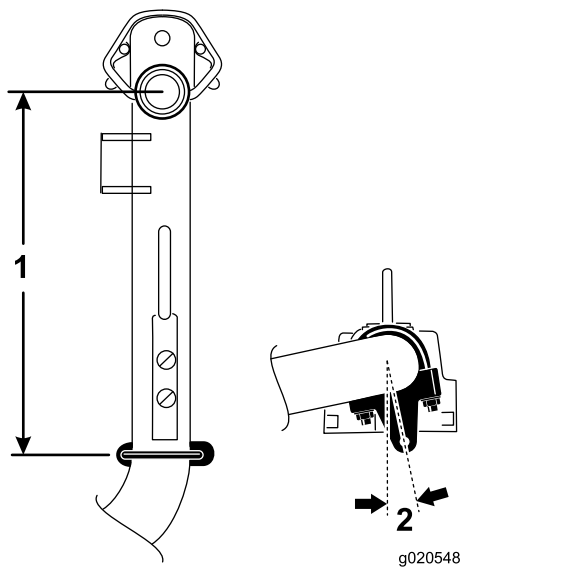

**Figura 6**
- En los brazos de elevación números 2 y 3, posicione los soportes y los pernos en U a 38,1 cm por detrás de la línea central del nudo del pivote (Figura 6).